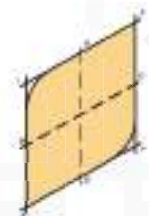

Fig. 4.40
- Haciendo centro en 1, trazar el arco C-D (Fig. 4.40).
- Haciendo centro en 4, trazar el arco B-A (Fig. 4.40).